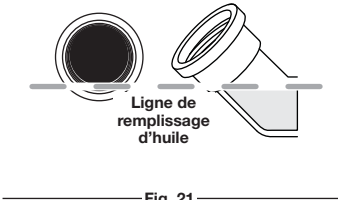

Fig. 21
5. Inspectez le trou de remplissage d'huile (utilisez une lampe de poche si nécessaire). L'huile doit toucher le filet le plus profond (Fig. 21).
6. Si le niveau d'huile ne touche pas le filet le plus profond du trou de remplissage d'huile, ajoutez un peu d'huile dans le trou de remplissage et contrôlez à nouveau (Fig. 21). Répétez cette procédure jusqu'à ce que le niveau d'huile atteigne le début du filet le plus profond du trou de remplissage d'huile.